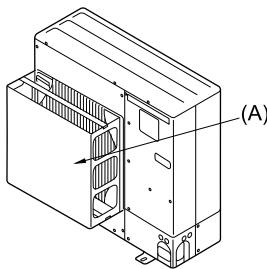
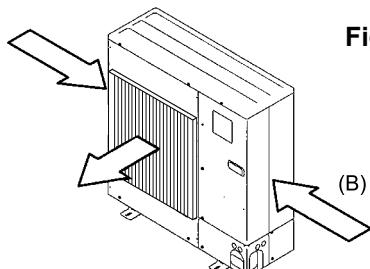

Fig. 2-4
Fig. 2-5
- (2) Instale uma guia de ar opcional se a unidade estiver instalada num local sujeito a fortes ventos, que podem entrar directamente na saída de ar. (Fig. 2-4)
- (A) Guia de ar
- (3) Posicione a unidade de forma a que o ar seja libertado perpendicularmente à direcção do vento, se possível. (Fig. 2-5)
- (B) Direcção do vento